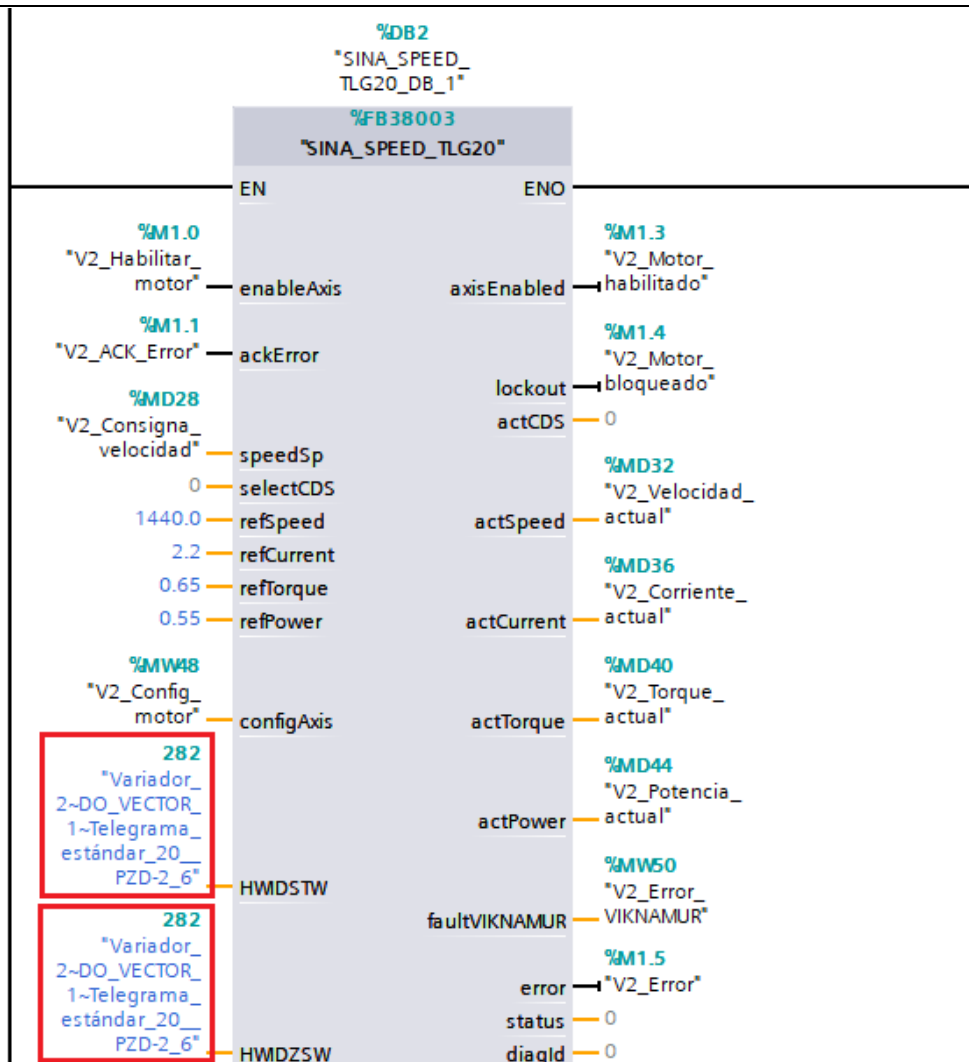

Figura 32. Configuración telegrama estándar 20.
- Luego se deben configurar todos los parámetros de la siguiente manera (ver Figura 32).